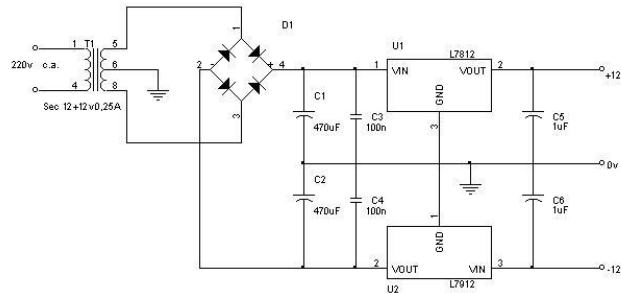

Figura 03. Circuito regulador simétrico de voltaje fijo.
5.2 **Circuito Regulador integrado.**- Simular el circuito de la figura 03 en Proteus, armar el circuito en el protoboard, usando todos los reguladores integrados solicitados, y verificar la regulación del circuito en función a cada regulador.